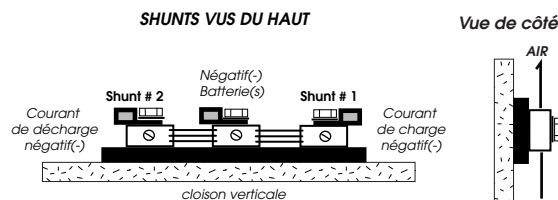

Figure 4: Installation typique du shunt double
Les figures 4, 5, et 6 démontrent la façon adéquate d'installer le système DMM-1 avec des shunts. Le DMM-1 est calibré avec une longueur de 7,5 M (25 pieds) de fil no 18 et il est conseillé d'utiliser cette longueur de fil pour ne pas altérer la précision de lecture.
- 1- Le shunt double DOIT être monté **horizontalement** sur une **cloison verticale**, ce qui favorise une bonne aération et permet à l'air de circuler de bas en haut entre les petites plaques (voir figure 4).